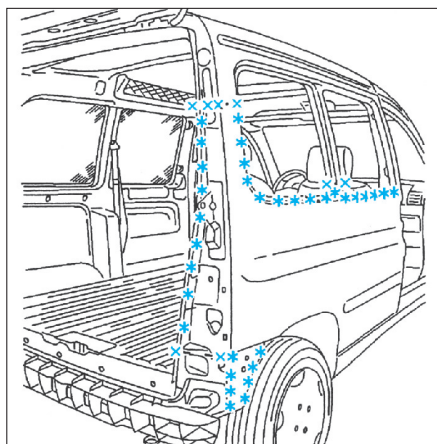
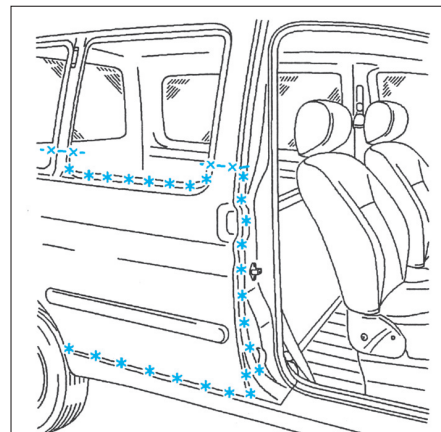

FIG. 78
FIG. 79
- Tracer puis découper à l'aide d'une scie (Fig.78).
- Tracer puis découper à l'aide d'une scie (Fig.79).
- Souder par points électriques (Fig.78) et (Fig.79).
- Souder par points bouchons MAG (Fig.78) et (Fig.79).
- Souder par cordon MAG (Fig.78) et (Fig.79).